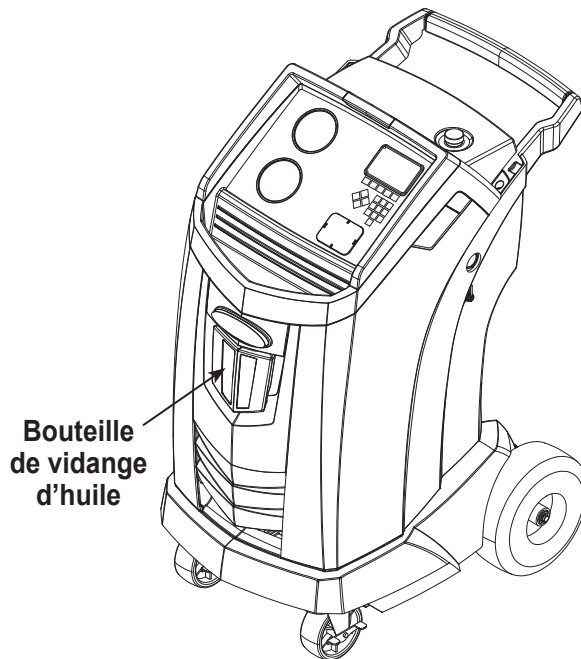

Figure 3
1. Videz la bouteille de vidange d'huile avant d'entamer une récupération. Retirez la bouteille de vidange d'huile de la machine en la tirant tout droit vers le bas; évitez tout mouvement rotatif ou basculant. Réinstallez la bouteille de vidange d'huile. Reportezvous à la Figure 3.